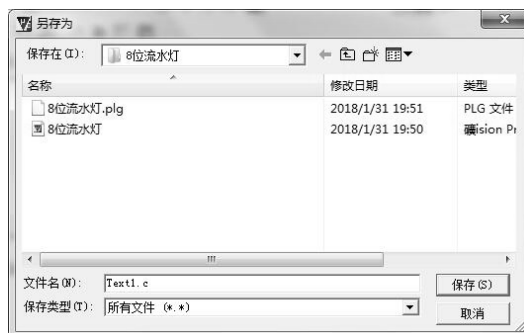

图 1-1-17 保存 C 文件
(8) 选择产生十六进制文件, 单击“确定”按钮关闭对话框。
(9) 单击“文件”→“新建文件”, 编辑区将打开一个全新的编辑窗口, 然后在对话框中输入要保存的文件名, 后缀名为“.c”, 再单击“保存”按钮, 如图 1-1-17 所示。